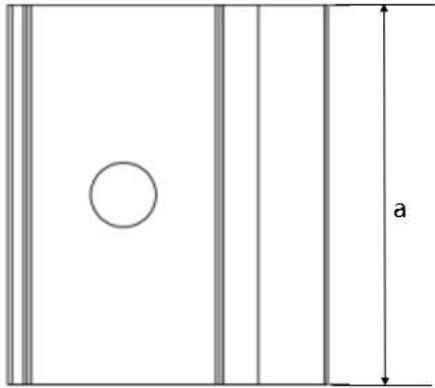
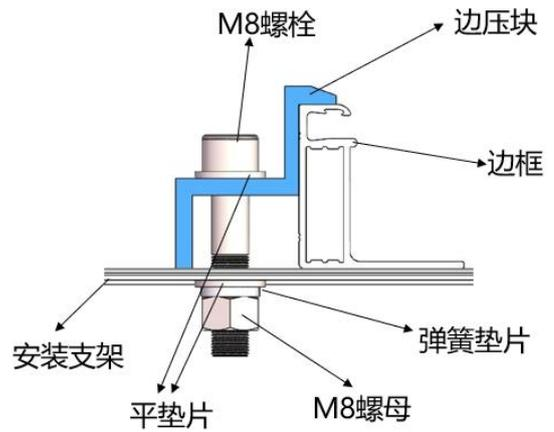
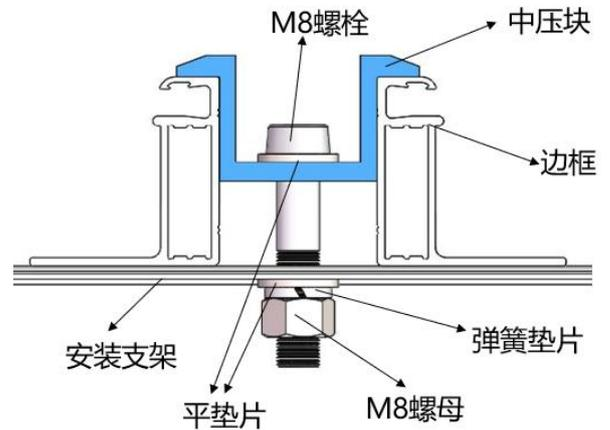

图 7 边压块俯视图
图 9 边压块安装示意图
图 10 中压块安装示意图
- ① 将组件置于两条支架之上（不提供）。支架必须使用不锈钢材料或做过防腐处理（如热镀锌处理）。每块光伏组件至少需要 4 个压块去固定，在安装过程中，请勿让压块直接接触玻璃及让边框变形，否则会导致组件破损。
- ② 务必避免因夹具形成的阴影对组件造成遮挡效应。漏水孔不能被夹具遮挡。
- ③ 支架与组件边框接触的上表面需有一个与 M8 螺栓匹配的凹槽。
- ④ 若支架上无凹槽，则需在上述提到的位置钻一个直径大小合适的孔，以便螺栓固定。
- ⑤ 确保每个压块的安装顺序为平垫圈、弹簧垫圈、螺母。
- ⑥ 图 7、8 为压块示意图，图 9、图 10 所示为压块安装示意图。压块的尺寸为  $a \geq 50 \text{ mm}$ ，厚度  $\geq 4 \text{ mm}$ ，与边框保持重叠宽度  $d \geq 10 \text{ mm}$ ；或者  $a \geq 60 \text{ mm}$ ，厚度  $\geq 3 \text{ mm}$ ，与边框保持重叠宽度  $d \geq 8 \text{ mm}$ 。在保证组件可靠安装的前提下可以变更压块截面，但任何尺寸的压块安装时都不能超出边框接触玻璃。
- ⑦ 2384\*1303mm 及以上尺寸组件仅适用于  $a \geq 60\text{mm}$  压块尺寸。
- ⑧ 当螺栓和螺丝为 8.8 等级时，推荐收紧扭矩为  $17 \sim 23\text{N}\cdot\text{m}$